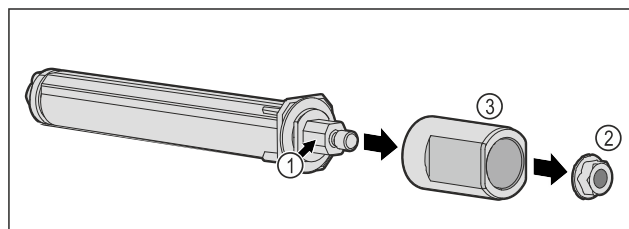

Fig. 54
▶ Nerozoberajte systém zatvárania dverí Fig. 54 (1).
- ▶ Odstráňte maticu Fig. 54 (2).
- ▶ Odoberte puzdro Fig. 54 (3).